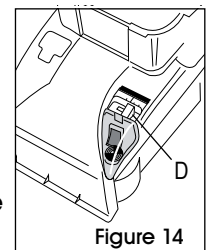

Figure 14
2. Placez le bouton de sélection (D) sur le réglage souhaité avant le nettoyage. (Voir Figure 14)